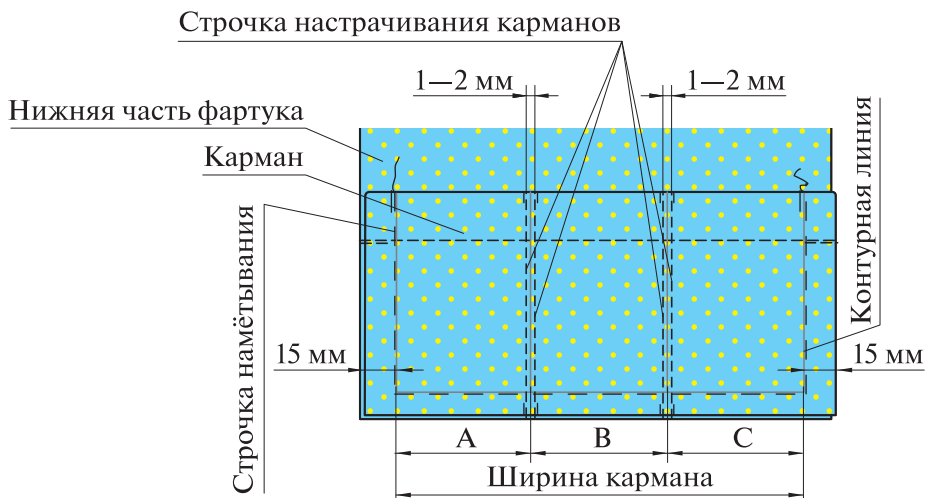

Рис. 6.41. Настрачивание кармана
3. *Наметайте* карман на нижнюю часть фартука точно по контурной линии (рис. 6.41) в соответствии с линиями на выкройке или измерьте, разделите ширину кармана на три равные части (рис. 6.41) и разметьте тонкими меловыми линиями.